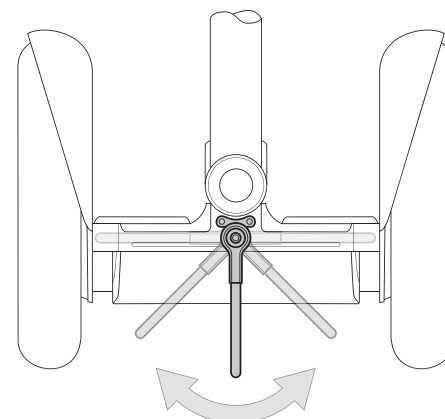

Figura 3. Abbassamento o sollevamento del cavalletto
4. Per alzare il cavalletto, inclinare il Segway PT all'indietro e agire sulla molla spingendola verso l'alto con il piede. Verificare che lo snodo scatti in posizione. Vedere la Figura 3.